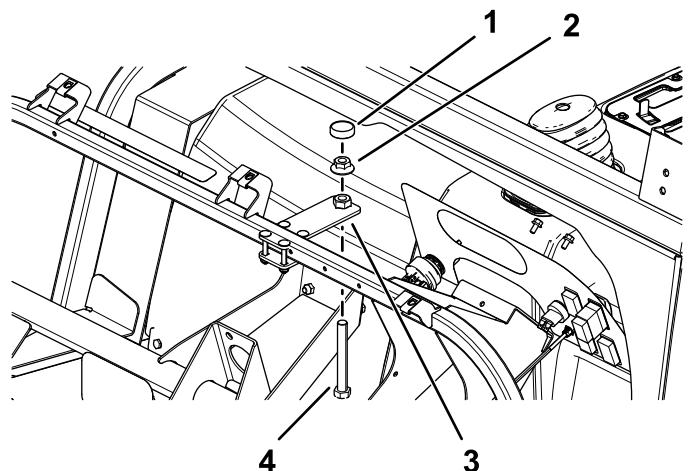

Figura 37
3. Montate il bullone a tutta filettatura ($\frac{1}{2}'' \times 4''$), il dado flangiato ($\frac{1}{2}''$) e la piastra di battuta sulla piastra di regolazione (Figura 37).